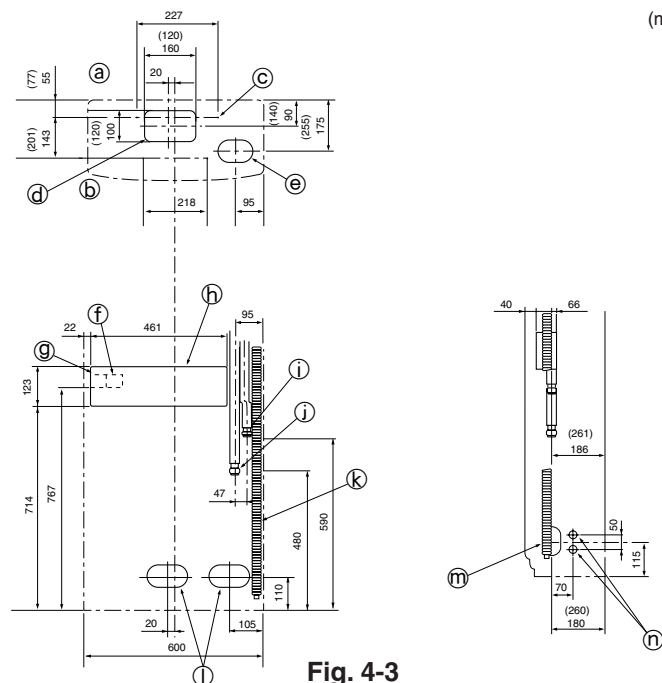

Fig. 4-3
4.3. Localização das tubagens de refrigerante e de drenagem (Fig. 4-3)